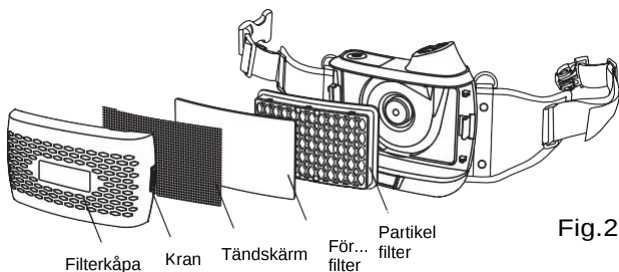

Fig.2a
- Installera partikelfiltret enligt fig. 2a.